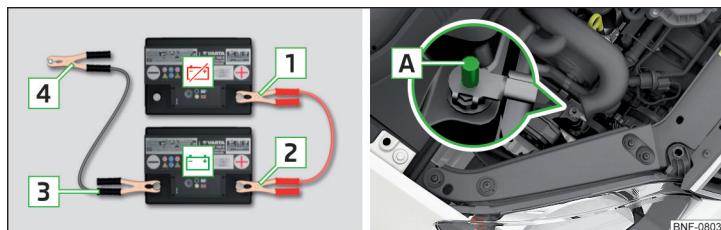

Fig. 125 Pornirea asistată: ⚡ - bateria descărcată, 🔋 - bateria furnizoare de curent / punctul de masă al motorului la sistemul START-STOP
- ▶ La autovehiculele cu sistem START-STOP, prindeți clema **4** la punctul de masă al motorului **A** ▶ fig. 125.